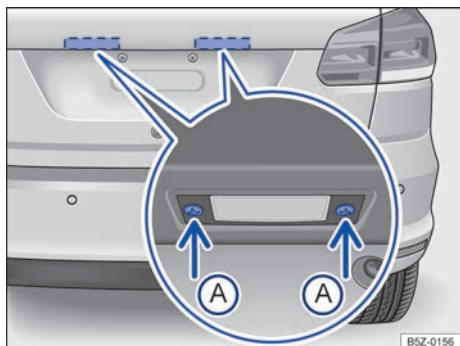

Fig. 181 En la tapa del maletero: remover la luz de la placa de licencia.
2. Con ayuda de un destornillador, retire los tornillos de fijación \Rightarrow fig. 181 (A) de la luz de la placa de licencia.